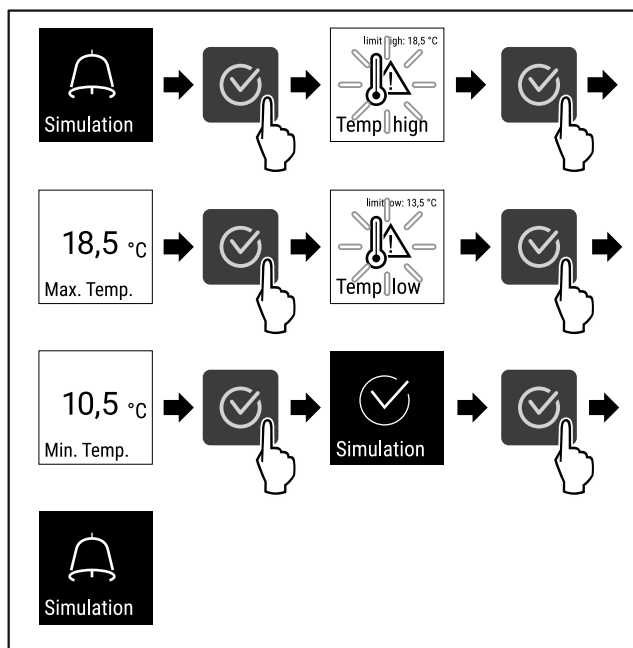

Fig. 144
- ▶ Følg anvisningene (se Fig. 144) .